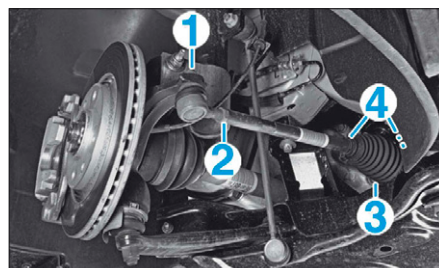

FIG. 11
- [1]. Outil de blocage de crémaillère (ref. 0721-B).
- [2]. Clé à rouleau (ref. 0721-A).
- l'écrou (1) (Fig.11).
- Desserrer le contre-écrou (2).
- Repérer la position du soufflet (3).
- les colliers (4) à l'aide d'une pince et d'un tournevis,
- le soufflet (3).